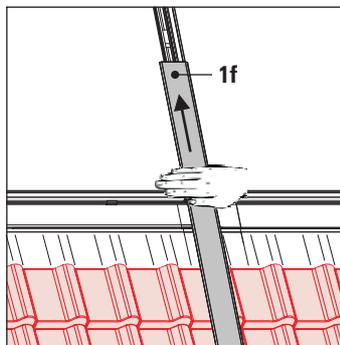

Fig. 3-42 Étape 2
- Appliquer la réglette insérable (1f) faisant partie du kit pour montage intégré en toiture sur l'extrémité inférieure des capteurs plans et la pousser en direction du faîte. Ce faisant, enfoncer la réglette insérable avec le plat de la main sur le capteur, dans la zone située au début de celui-ci (fig. 3-42).